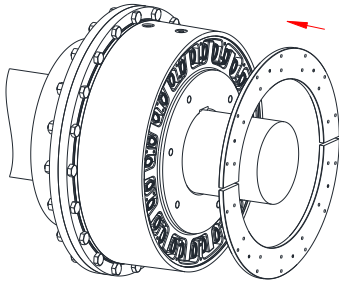

Bild 15
- Montieren Sie die Deckel-Segmente (Bauteil 3) mit den Zylinderschrauben DIN EN ISO 4762 (Bauteil 6) zunächst handfest (siehe Bild 15, 16 und 17).